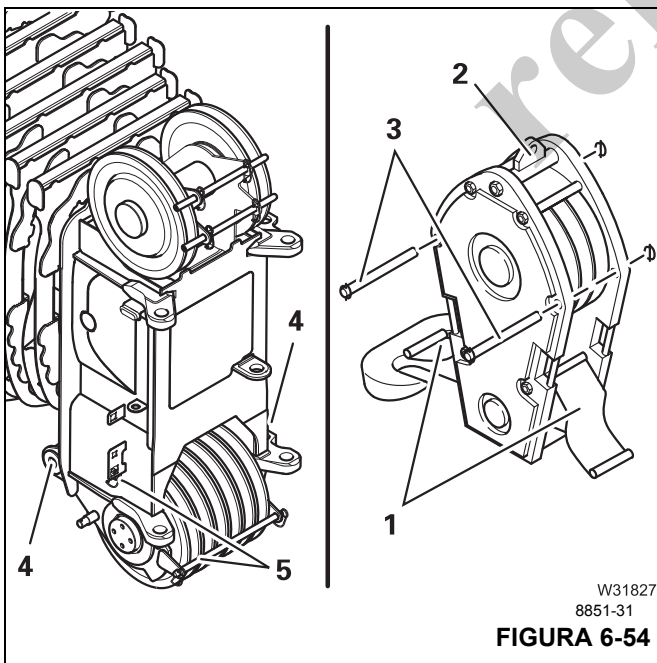

FIGURA 6-54
- Extraiga las varillas (5, Figura 6-54) y (3).
- Despliegue las placas hacia abajo (1).
- Retire el adaptador de extremo del cable del punto de fijación (2) o (4).
- Inserte las varillas (5) y (3) y fíjelas.